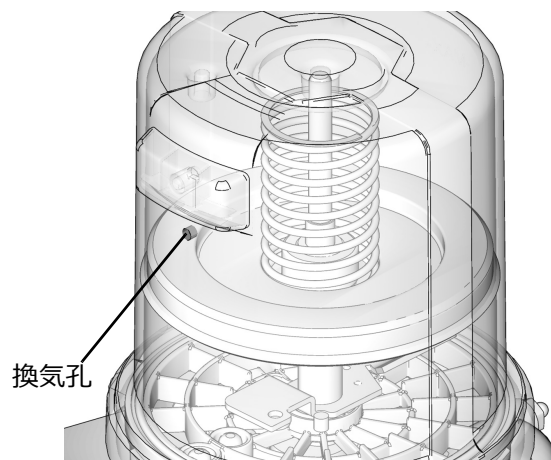

図 16
- 従動プレートのシールが換気孔 (図 16) に至るまでリザーバーにグリースを充填して、エアの大部分がリザーバーから出るようにします。